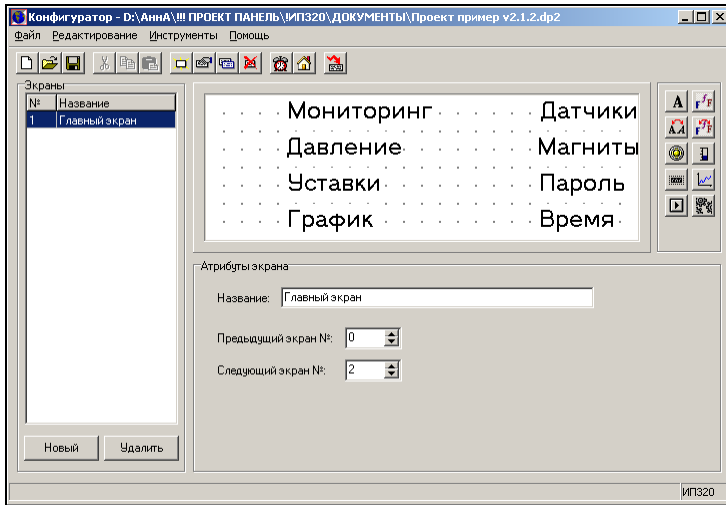

Рис. 7.3. Текстовые элементы экрана №1
- Снизу от рабочей области отобразится область «Атрибуты экрана» (см. рис. 7.3). В поле «Название» – задать: «Главный».
- Создать текстовые элементы экрана. Приемы ввода текста описаны в п. 4.1.1. Результат (см. рис. 7.3).